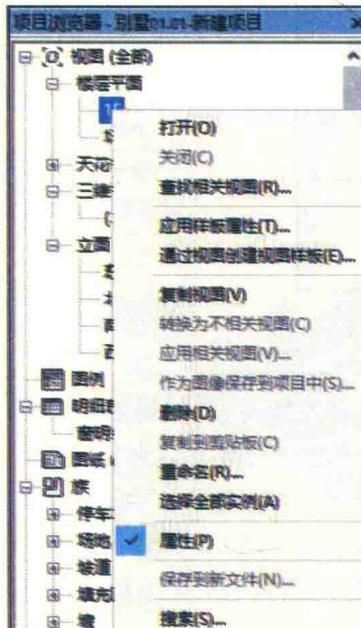

图 0-6
(5) 快速访问工具栏: 默认放置了一些常用的命令和按钮, 可以自定义快速访问工具栏, 取消勾选以显示命令或隐藏命令。
(6) 项目浏览器: 用于显示当前项目中所有视图、明细表、图纸、族、组、链接的 Revit 模型和其他部分的逻辑层次。展开和折叠各分支时, 将显示下一层项目。选中某视图右键, 打开相关下拉菜单, 可以对该视图进行“复制”“删除”“重命名”和“查找相关视图”等相关操作, 如图 0-6 所示。